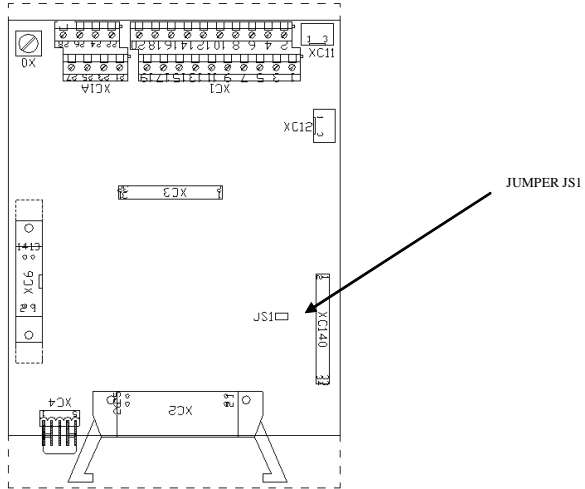

Figura 18: Ponte JS1 en la tarjeta de control CC9
- Cerrar puente JS1 en el tarjeta de control CC9 (ver figura 18);